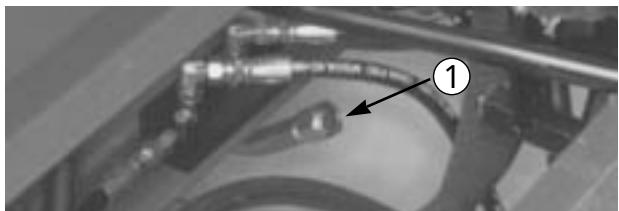

図18
3. 注油口のネック(図18)からディップスティックキヤップを抜き、ウェスで拭ってからもう一度差し込んで引き抜き、オイルの量を点検する：マークから12 mm以内になければ補給する。入れすぎに注意。マークより6 mm上を上限とする。